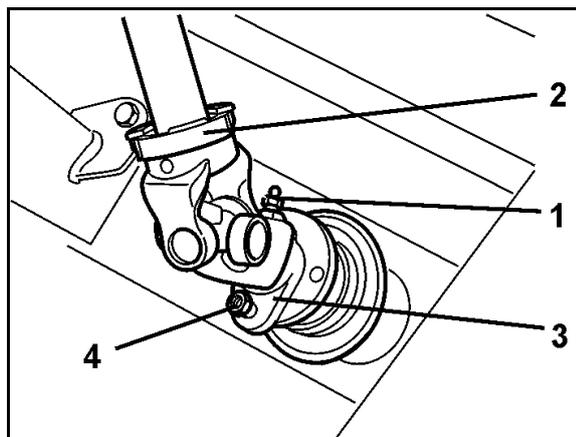

Fig. 73
1. Soltar la boquilla de engrase (Fig. 73/1) en la brida de conexión (Fig. 73/2) del árbol de transmisión.
2. Retirar el tornillo cizallable (Fig. 73/4) situado entre la brida de horquilla (Fig. 733) del árbol de transmisión y la brida del árbol de entrada del engranaje.